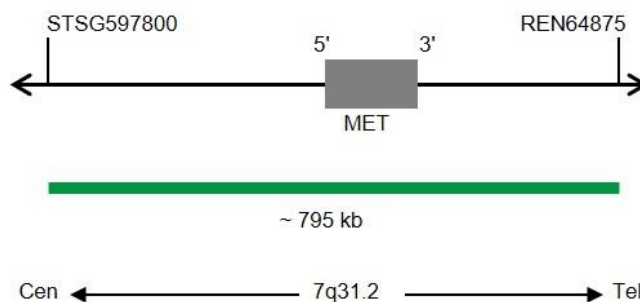

Abb. 1: SPEC MET Sondenlokalisierung (nicht maßstabsgetreu)
- ZyGreen (Anregung 503 nm/Emission 528 nm) markierten Polynukleotiden (~10 ng/ μ l), die gegen Sequenzen in 7q31.2* (chr7:115,925,700-116,718,699) gerichtet sind, welche die MET-Genregion enthalten (siehe Abb. 1).